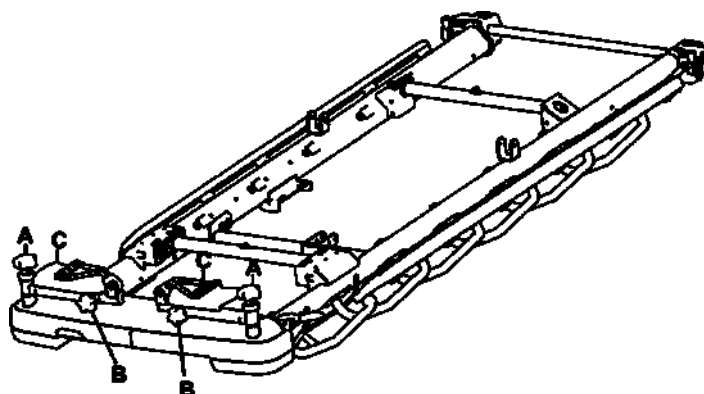

Рисунок 21 – Складывание подножек
6. Выполните эти действия в обратном порядке, чтобы сложить подножки (Рисунок 21).